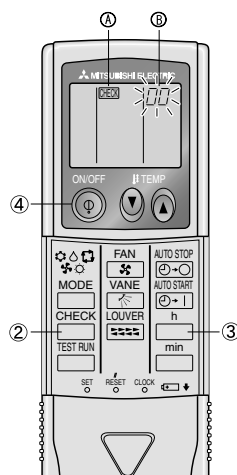

Fig. 7-4
7.3.2. Pour la télécommande sans fil (Fig. 7-4)